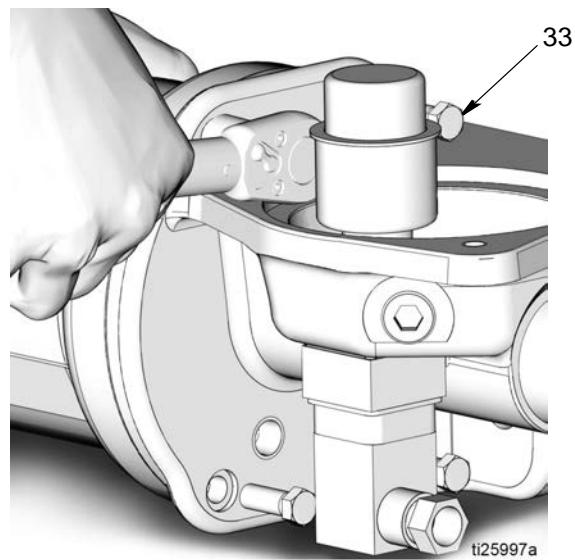

图 51
- 安装 4 个新螺栓。用手均匀拧紧螺栓 (33)，以对角模式每次每个拧一点点。然后用 10-13 英尺磅 (13.5-17.6 N·m) 的扭矩对角拧紧。参见 图 51。